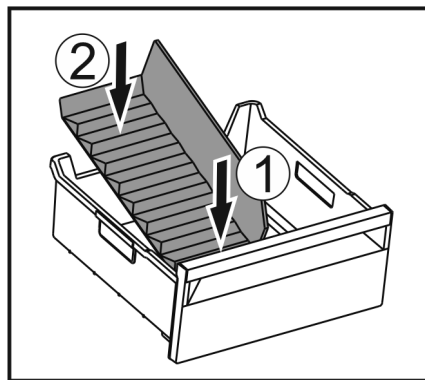

Fig. 174
- Introduceți partea frontală a separatorului pentru compartimentul de gheață. Fig. 174 (1)
- Coborâți partea posterioară a separatorului pentru compartimentul de gheață până la baza sertarului. Fig. 174 (2)